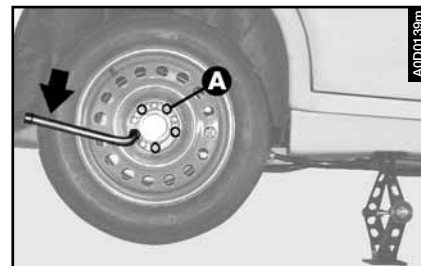

fig. 16
– Desenroscar completamente los bulones de fijación (**A-fig. 16**) y extraer la rueda.